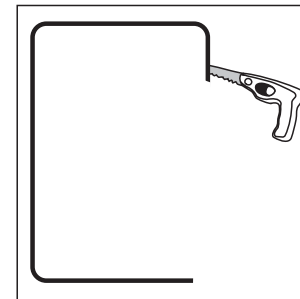

Figura 11—Haga la abertura con la herramienta apropiada.
3. Haga cuidadosamente una abertura con una herramienta de corte apropiada para el material de la pared o el cielo raso. Inicie el agujero taladrando el material dentro del contorno (con la broca tocando la línea del contorno). Inserte la sierra o el cuchillo en el agujero y comience a cortar (figura 11).